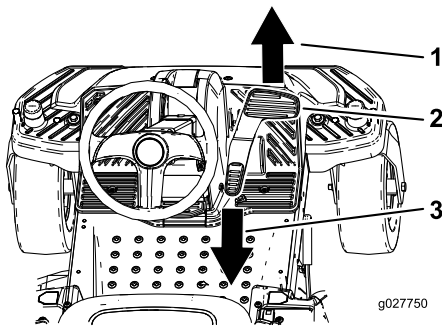

Figura 20
3. Coloque o pé no pedal de controlo de tração e pressione lentamente parte superior do pedal para se deslocar para a frente ou a parte inferior do pedal para se deslocar para trás (Figura 20).